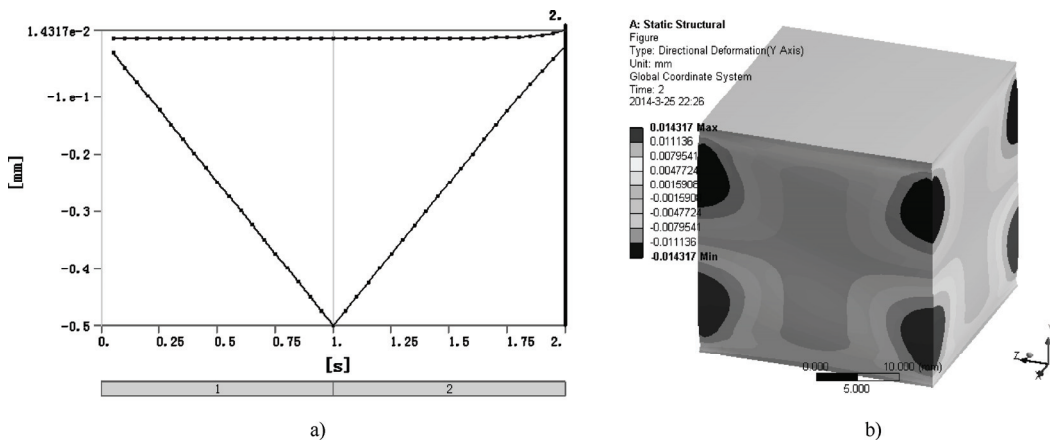
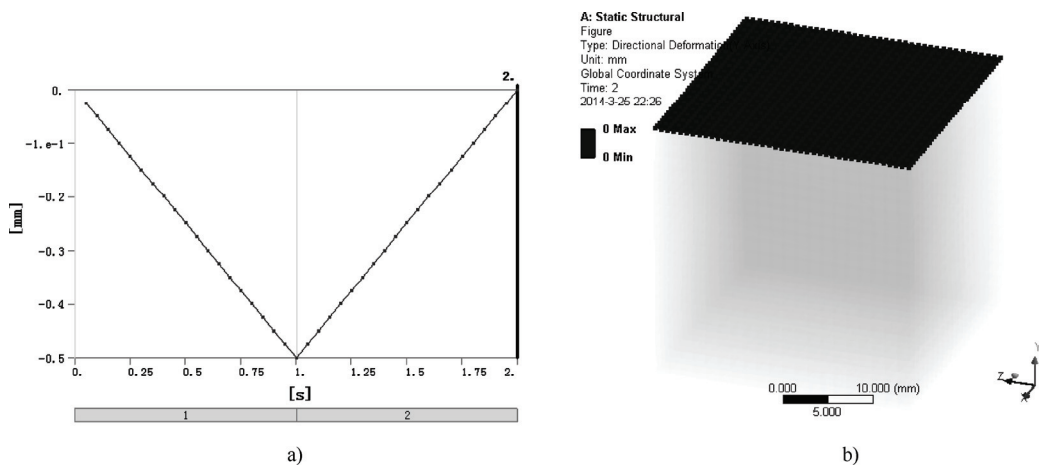

图 7-59 Directional Deformation 对象显示
图 7-60 Directional Deformation 1 对象显示
5) 在 Outline 树结构图中的 Directional Deformation 对象上单击右键, 在弹出的快捷菜单中选择 Evaluate All Results, 此时进行求解, 求解后得到的图形如图 7-59 和图 7-60 所示。